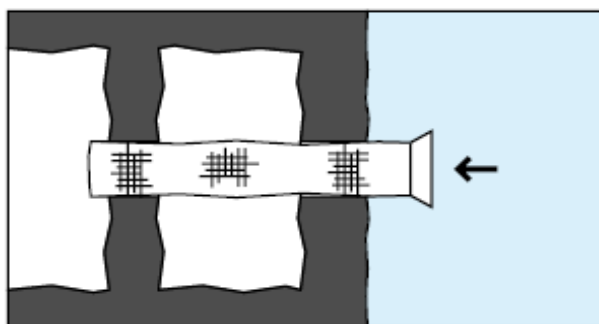

Fig.5
- innestare nei fori l'involucro a rete (fig. 5),